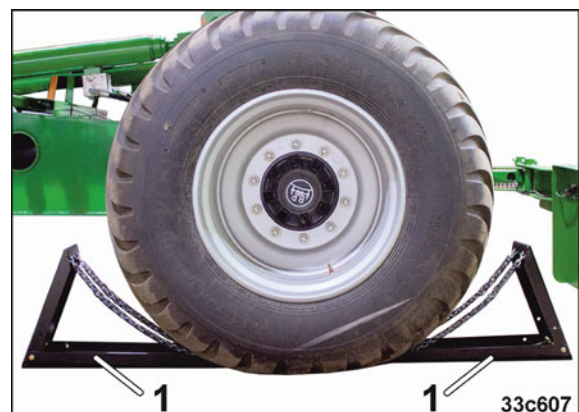

Fig. 114
1. Verificați dacă mașina este asigurată cu cale de roți (Fig. 114/1).